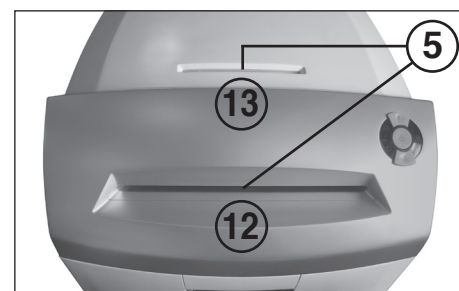

Abb. 3
#### 5 = Lichtschranke (Vorwärtslauf) (Abb. 3)
#### 12 = Papierzuführschacht (Abb. 3)
#### 13 = Sicherheits-Zuführschacht (Abb. 3)
**Papier** durch den Papierzuführschacht (12) (Abb. 3) dem Schneidwerk zuführen.
**Datenträger** (CD, DVD oder Kreditkarte) einzeln durch den separat angeordneten Sicherheits-Zuführschacht (13) (Abb. 3) dem Schneidwerk zuführen.